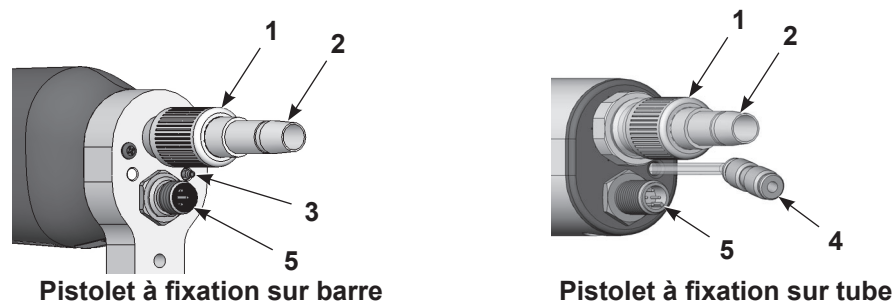

Figure 3-8 Raccordements du pistolet – Pistolets à fixation sur barre et sur tube
4. Voir la Figure 3-8. Raccorder le tuyau de lavage au raccord cannelé (3) (pistolet à fixation sur barre) ou au raccord union (4) (pistolet à fixation sur tube).
5. Raccorder le câble du pistolet à la prise (5) et serrer fermement l'écrou du câble.
6. Raccorder le tuyau à poudre au raccord à tuyau (2). Le raccord peut être débranché du pistolet en dévissant l'écrou de maintien (1) et en le tirant en arrière sur le raccord à tuyau.